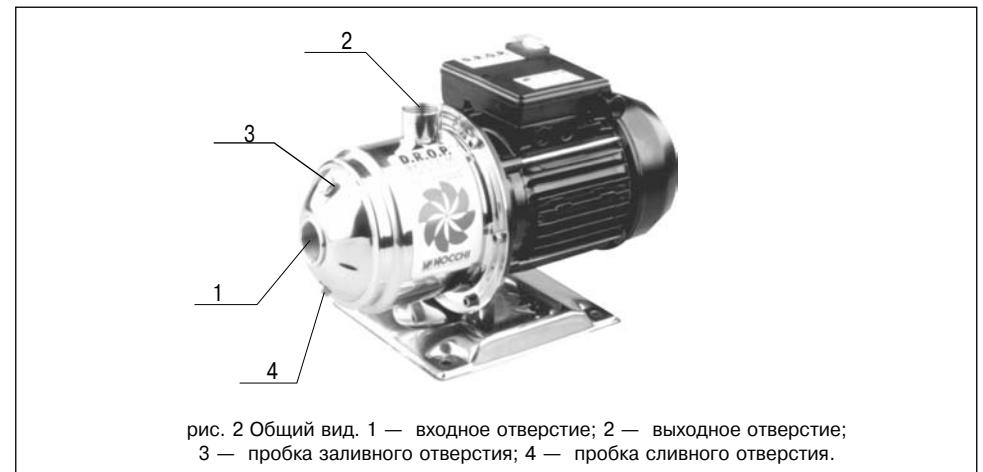

рис. 2 Общий вид. 1 — входное отверстие; 2 — выходное отверстие;
Электронасос (рис. 2) предназначен для перекачивания чистой воды из колодцев, скважин и открытых водоемов (при температуре окружающей среды не ниже +10 °C). Категорически запрещается перекачивание загрязненной воды, содержащей абразивные вещества, что приводит к интенсивному износу рабочих органов и снижению производительности и напора насосного агрегата.
2. Присоединить всасывающую трубу с обратным клапаном к входному отверстию 1 (см. рис. 2)
7. Подключить насос к сети согласно схемам, указанным на рис. 2 и заземлить.